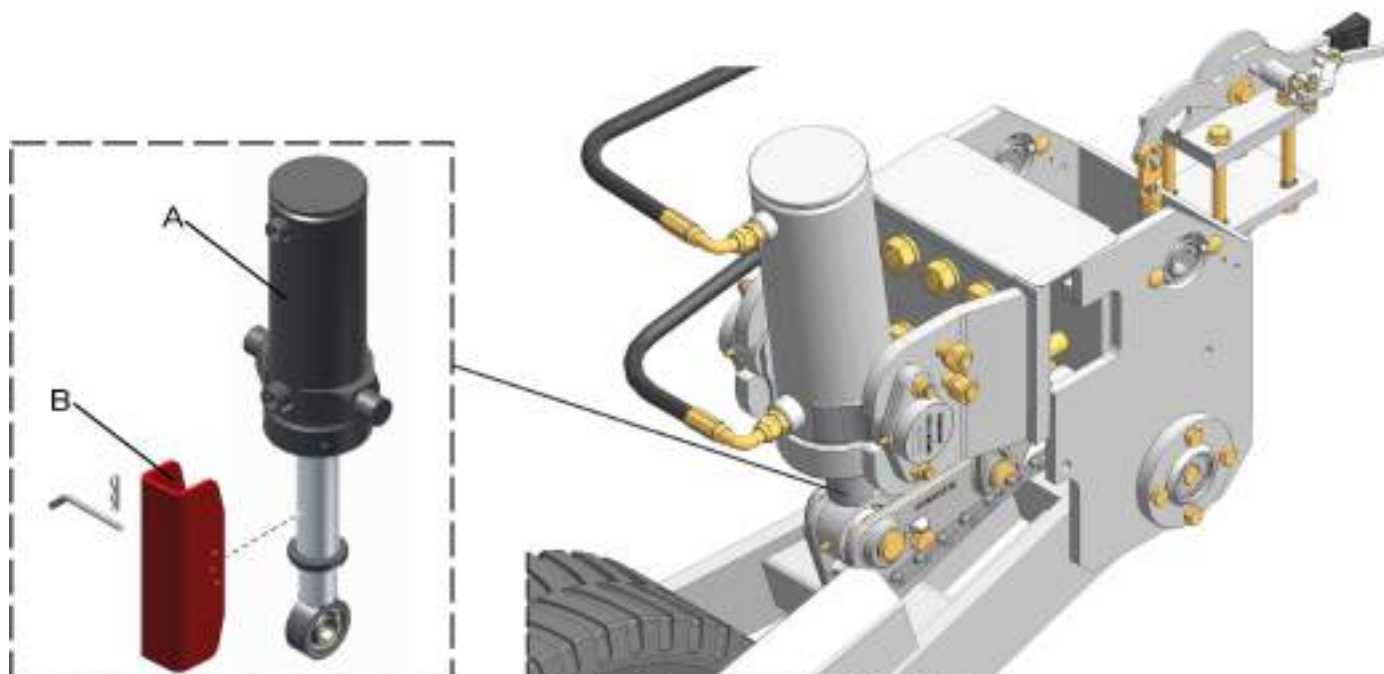

fig. 23
Então, coloque os calços de 235 mm (B) (fig. 23), nos cilindros hidráulicos (A).